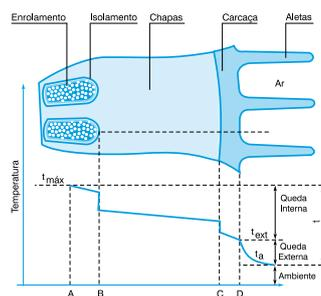

Figura 5.1
c) Um sistema de resfriamento eficiente é aquele que consegue dissipar a maior quantidade de calor disponível, através da menor área de dissipação. Para isso, é necessário que a queda interna de temperatura, mostrada na figura 5.1, seja minimizada. Isto quer dizer que deve haver uma boa transferência de calor do interior do motor até a superfície externa.
O que realmente queremos limitar é a elevação da temperatura no enrolamento sobre a temperatura do ar ambiente. Esta diferença total (Δt) é comumente chamada “elevação de temperatura” do motor e, como é indicado na figura 5.1, vale a soma da queda interna com a queda externa.
Como vimos, interessa reduzir a queda interna (melhorar a transferência de calor) para poder ter uma queda externa maior possível, pois esta é que realmente ajuda a dissipar o calor. A queda interna de temperatura depende de diversos fatores como indica a figura 5.1, onde as temperaturas de certos pontos importantes do motor estão representadas e explicadas a seguir: